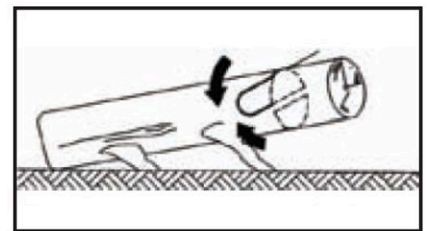

Fig. 4B
2. Tronco apoyado en un extremo: Primero, corte desde abajo (bajo) $1/3$ del diámetro del tronco para evitar que se astille. En segundo lugar, corte desde arriba (sobre la parte inferior) para coincidir con el primer corte y evitar pellizcos (Fig. 4B).